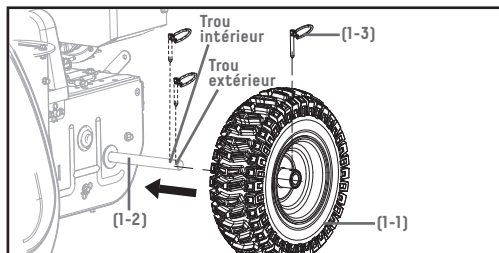
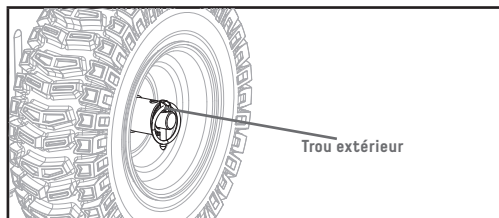

Figure 1A
Figure 1B
1. Glissez la roue (1-1) sur l'essieu (1-2) dans la direction indiquée par la flèche (figure 1A). La sculpture doit faire face vers l'avant (figure 1D). Mettez la goupille (1-3) dans la roue. L'essieu contient un trou central permettant de fixer la roue à l'essieu (qui est relié à la transmission). Une fois la goupille insérée, pliez l'anneau autour de l'essieu pour la maintenir en place.
L'essieu contient deux trous (figure 1A), et la goupille peut être enlevée et repositionnée. Si la roue est glissée plus loin sur l'essieu et la goupille est insérée dans le trou extérieur de l'essieu, la machine se déplacera librement même avec le moteur arrêté (figure 1B). Si la goupille est insérée dans le trou intérieur de l'essieu, la machine ne se déplacera que lorsque la commande d'entraînement est embrayée, lorsque le moteur est démarré (figure 1C).